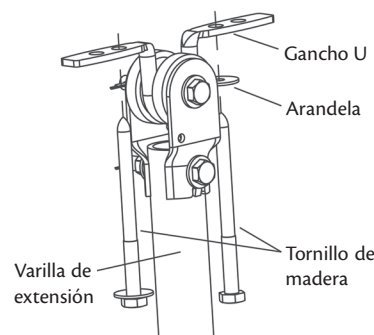

Figura 2a
1. Introduzca el gancho U entre el disco de caucho y la varilla de extensión. La sección U del gancho debe descansar dentro de la ranura del disco de caucho. Vea la Figura 2a.